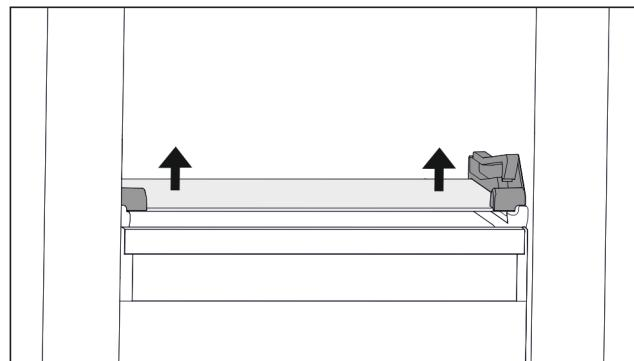

Fig. 63 Sklenená doska sklopnej zásuvky
- ▶ Na oboch stranach potlačte sklenenú dosku zospodu nahor. (pozri Fig. 63)